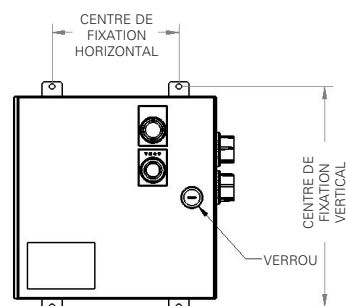

Figure 1
2. La batterie de secours peut être fixée à un plafond ou à un mur à l'aide des pattes de fixation soudées à l'extérieur du boîtier (voir la figure 1). Choisir un emplacement de fixation suffisamment solide et résistant pour pouvoir supporter la batterie de secours.
5. Fixer solidement le boîtier à l'endroit souhaité à l'aide de boulons de montage de 9,5 mm (3/8 po). Voir le tableau 1 et la figure 1 pour les dimensions de montage.
1. Ouvrir l'unité de batterie de secours à l'aide d'un tournevis à tête plate pour faire pivoter le verrou d'un quart de tour dans le sens inverse des aiguilles d'une montre (voir la figure 1).